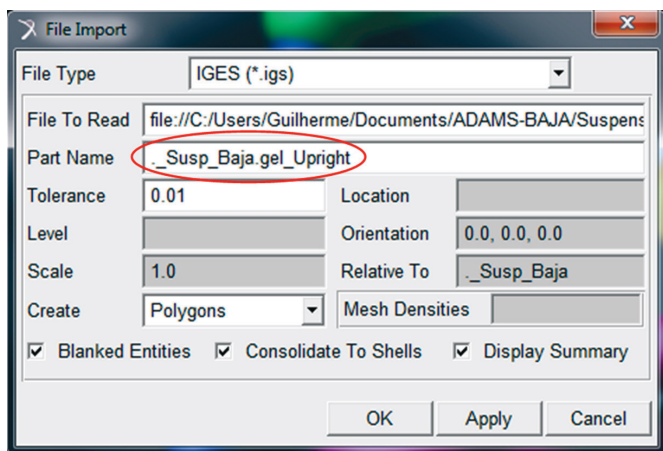

Figura 6.8 – *General Part* selecionado.
A caixa de diálogo *File Import* resultante está mostrada na Figura 6.8.
- Ainda com relação à Figura 6.8, mantenha o campo *Tolerance* com o valor 0.01 e *Scale* com o valor 1.0. Estes são valores padrões (*default*) do programa.
**A notar:** Os campos *Location* e *Orientation* da Figura 6.8 são complementados com a informação contida no campo *Relative To*. Dessa maneira, a geometria a ser importada terá sua localização e orientação definidas por seu referencial em relação ao referencial global utilizado no modelo multicorpos. Sendo assim, se a localização é definida como 0,0,0, então o referencial da geometria, quando importada, coincidirá com o referencial global do modelo multicorpos da suspensão.